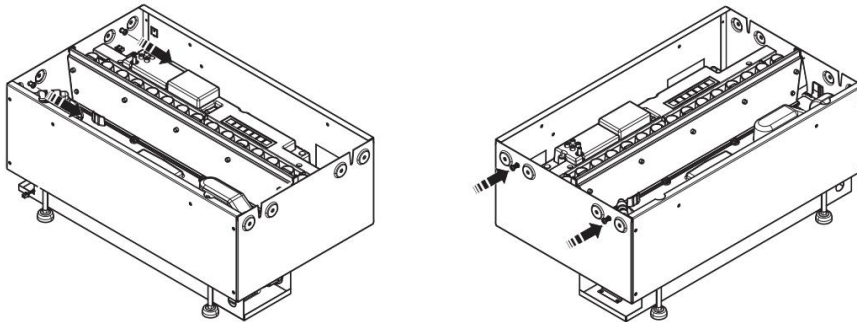

Fig. 18
1. Wenn das erste Produkt installiert und sicher befestigt ist, bereiten Sie das zweite Produkt vor, indem Sie die beiliegenden Schrauben lockern und sie auf die gegenüberliegende Seite der Metallstruktur festschrauben (Abb. 18). Bitte beachten Sie, dass diese Schrauben nicht komplett festgezogen werden und 5-10 mm des Gewindes über dem Rand des Produkts herausragen sollten.